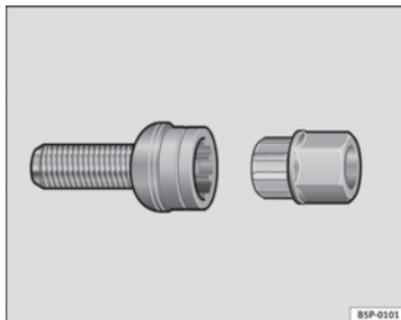

Abb. 179 Diebstahlhemmende Radschraube
- Setzen Sie den Adapter bis zum Anschlag in die diebstahlhemmende Radschraube ein ⇒ Abb. 179.